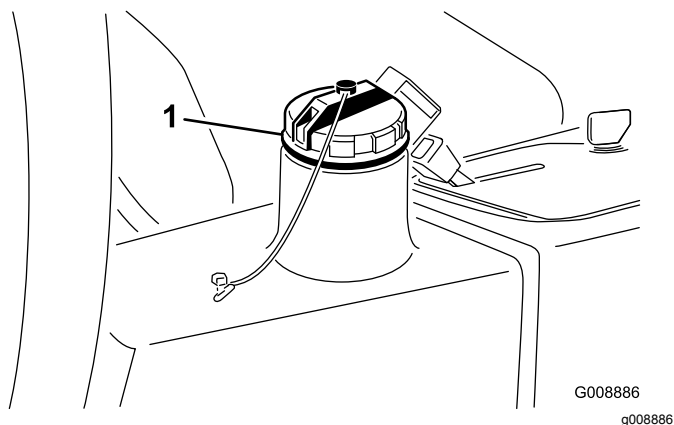

Figura 41
2. Limpe a zona em redor do tubo de enchimento e da tampa do depósito hidráulico (Figura 41) e retire a tampa.